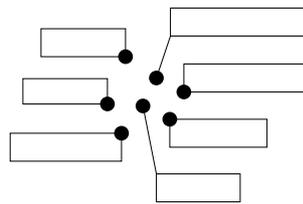

図4 引き出し線を用いたラベル配置
- ・点が密集している部分では、引き出し線(図4参照)を用いてラベルを配置する。